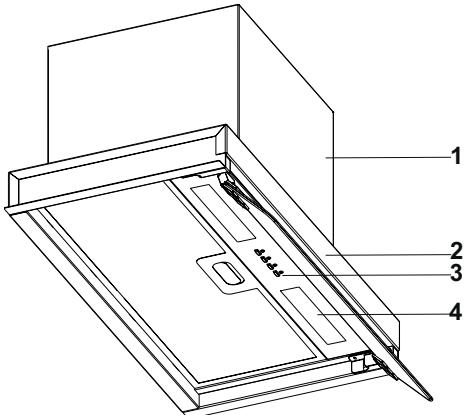

Рис. 1
Наружная часть вытяжки состоит из следующих составных частей (см. рис. 1):
- видимой частью кухонной вытяжки декоративная панель (см. рис. 1, позиция 2), а основной корпус вытяжки спрятан в подвесном шкафу;